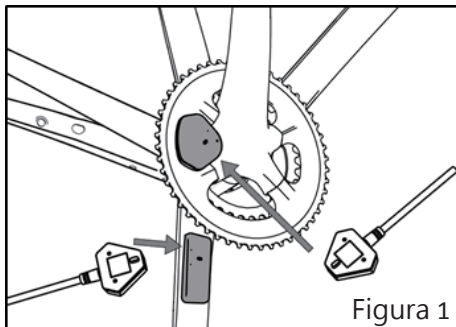

Figura 1
Paso 1: Prepare el cable de carga tal y como se muestran la figura 1.